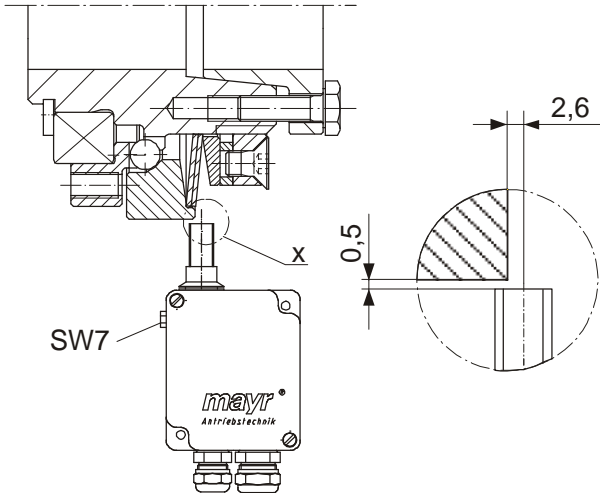

Bild 13
Stellen Sie den Schalterabstand für den berührungsfreien Endschalter nach Bild 13 ein.
Der Abstand der Druckscheibe (3) vom Schaltpunkt kann mit einer Sechskantschraube SW7 fein einjustiert werden (Bild 13).
Der Endschalter wird am Bund der Druckscheibe (3) angesetzt (Schaltkante siehe Einzelheit "X" in Bild 13).